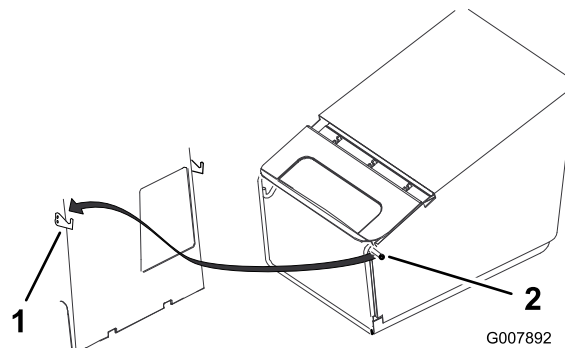

Figura 18
3. Enganche los pasadores de la bolsa de recortes en los ganchos, según se muestra en Figura 18.